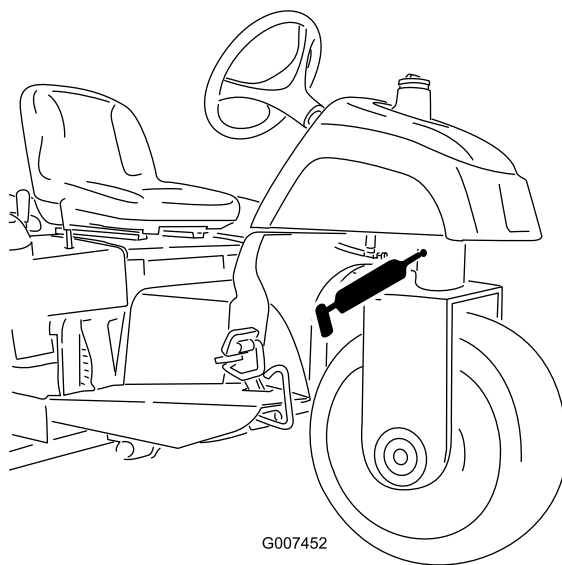

図 23
- ステアリングピボット (図 23)
注 ステアリングピボットの注入部 図 23 は面一フィッティングなので、グリスガン用ノズルアダプタが必要です。 パーツ番号は P/N 107-1998 ご注文は Toro 代理店へ。